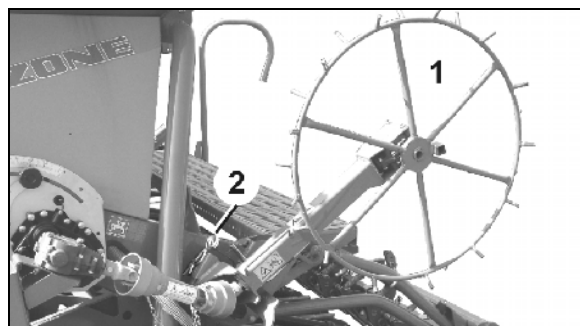

Рис. 92
2. Поднимите колесо с почвозацепами (Рис. 92/1), задвиньте, зафиксируйте и дополнительно застопорите его пружинным фиксатором (Рис. 92/2).
1. Вытяните пружинный зажим (Рис. 92/2) и разблокируйте транспортировочный фиксатор.
1. Вытяните пружинный зажим (Рис. 92/2).